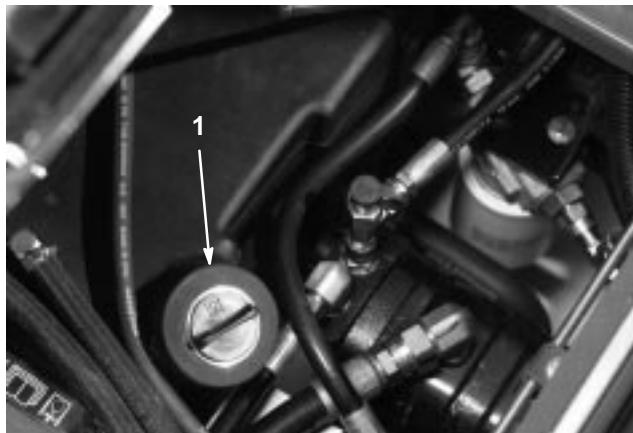

Figure 57
3. Versez approximativement 30 l d'huile hydraulique dans le réservoir (Fig. 57) (voir Contrôle du liquide hydraulique, page 17).